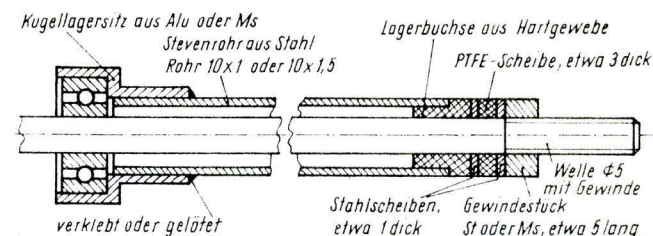

Bild 2
- Stevenrohr komplett mit Lagern (Bild 2).